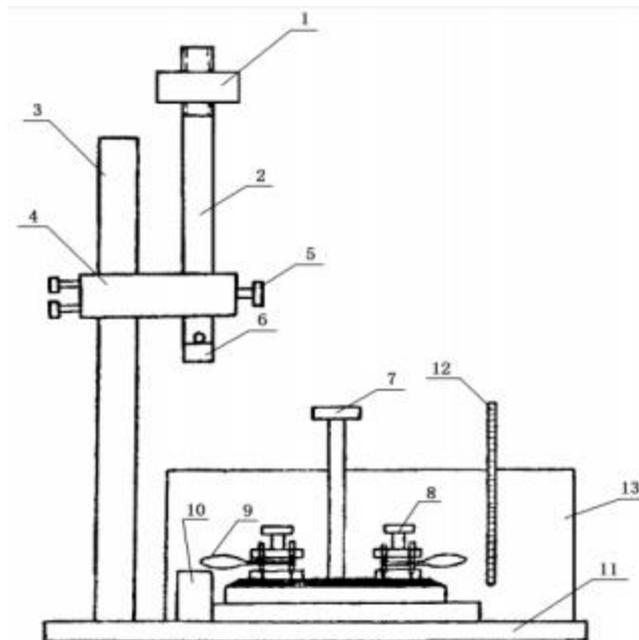

图 1 低温冲击试验装置
2.3 试验夹持装置部分，图 1 中 7、8、9 部分可脱卸。